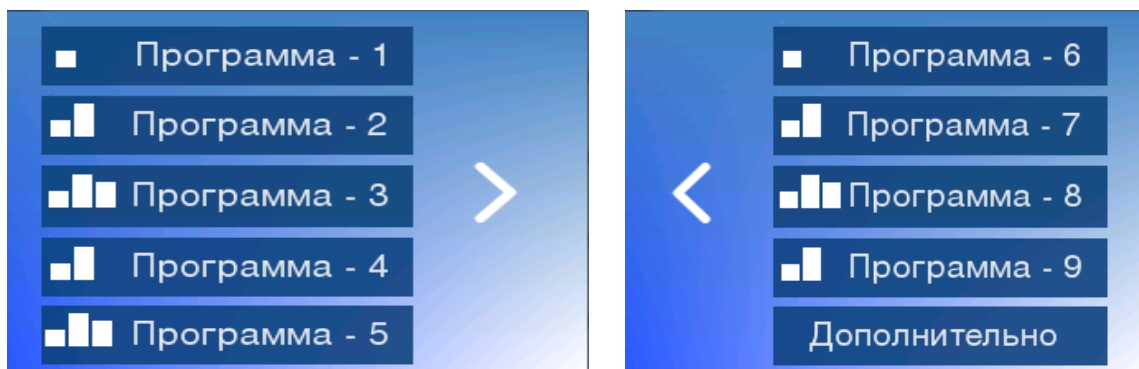

Рис.7 Меню выбора пользовательской программы из существующего списка
На дисплее по окончании выполнения процесса инициализации в соответствии с ранее сделанными настройками (см. ниже), отображается либо рабочее окно с параметрами и графическим представлением последнего запущенного процесса тепловой обработки, либо окно меню выбора пользовательской программы из существующего списка (рис.7).
Нажатие кнопки **Меню** возвращает пользователя в меню выбора пользовательской программы (Рис.7), а матрица начинает нагреваться или охлаждаться до температуры 37 °С (данная температура будет поддерживаться до выбора необходимой программы).
Пункт меню **Дополнительно** (рис.7) открывает окно дополнительных настроек изделия и информации об изделии (рис.18).
- **Главное меню** - включает выход в меню выбора пользовательской программы из существующего списка (смотри рис.7).
Теперь ее можно увидеть в меню пользовательских программ (рис.7).